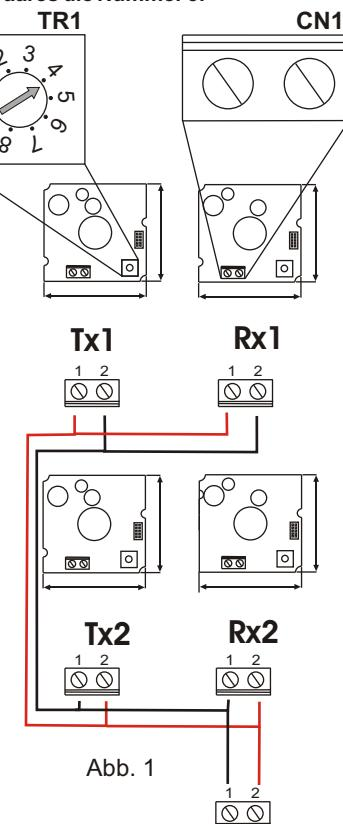

Abb. 1
- Die zwei Kabel des Senders (TX) auf den Verbinder CN1 des Empfängers, wie in Abb.1 bringen.
- Den Empfänger befestigen und darauf achten, dass er sich in frontaler Position, auf der gleichen Achse und auf der gleichen Höhe seines Senders befindet. Auf dem TR1 des Empfängers (RX) den gleichen Wert des TR1Senders (TX) einstellen.